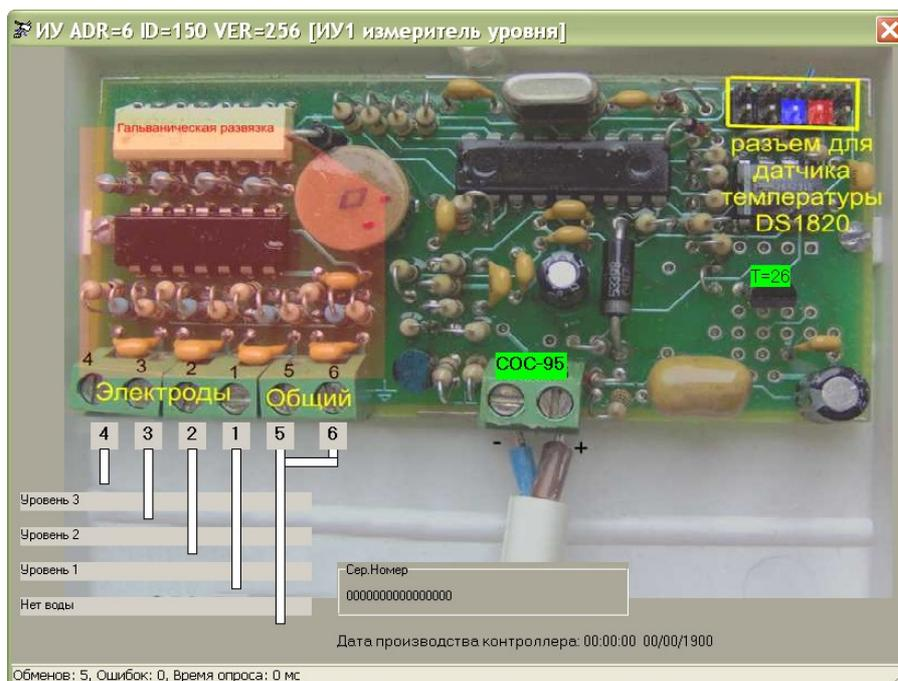

Рисунок 24
- 4) Выбрать найденный блок ИУ в таблице устройств и нажать кнопку «Тест». Откроется окно с параметрами блока (рисунок 24).